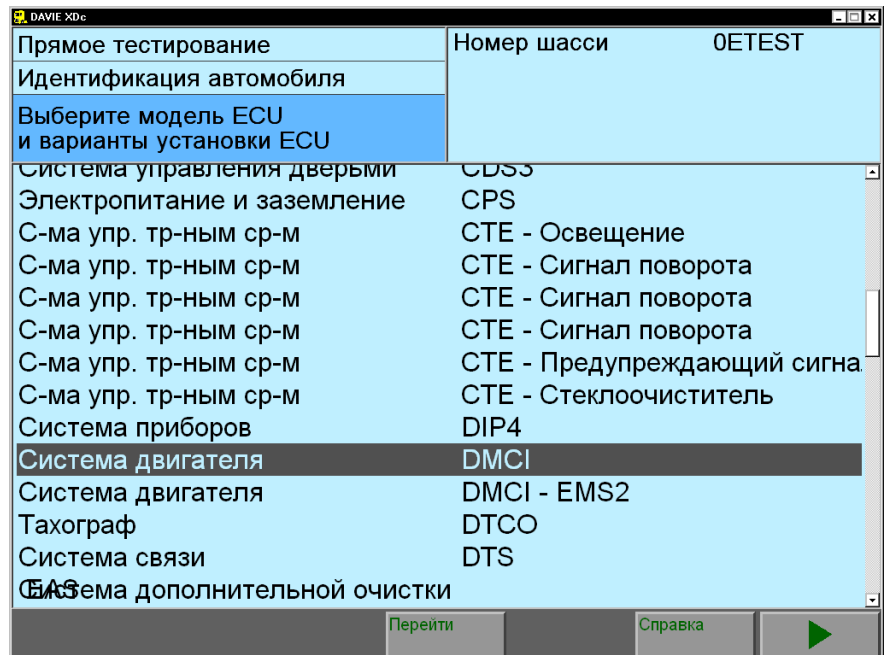

Рис. 5-4 Выбор системы вручную
4. Нажмите кнопку "Назад / <" для перехода к экрану выбора системы и выберите систему. Аналогично шагу 1, рис. 5-4.